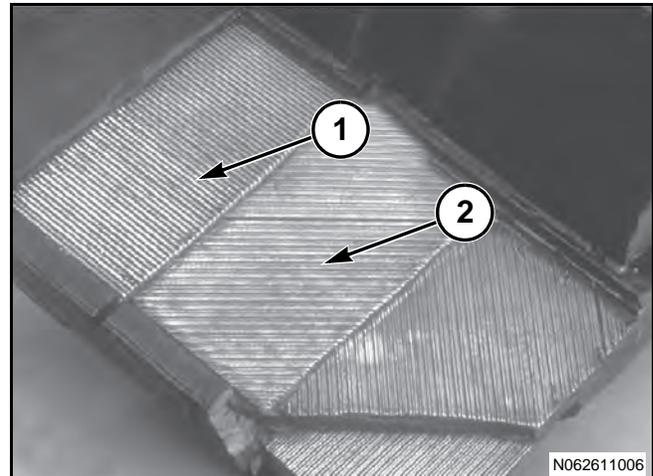

FIG. 229
FIG. 229: La correa de aplicación extrema está compuesta por varias capas de cable. Los cables son similares a los cables en neumáticos de automóviles. El conjunto más importante de cables está situado aproximadamente de 10 mm (.39 pulg) a 19 mm (.75 pulg) por debajo de la superficie interior de la correa. Estos cables se denominan cables principales (1). Los cables principales transportan carga de tensión de la cadena